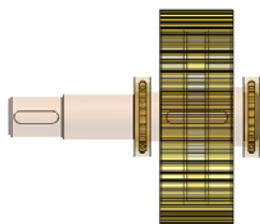
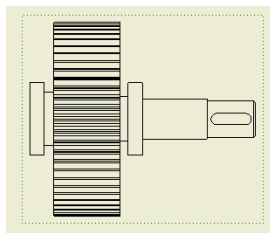

图 12-51 视图方向选择
图 12-52 创建主视图
①创建基础视图。单击【放置视图】标签栏【创建】面板上的【基础视图】工具按钮，打开“工程视图”对话框，选择传动轴部件（文件名为“传动轴装配.iam”），作为要创建工程图的部件，然后选择合适的视图方向，这里需要注意的是，要能够在剖视图中表达平键零件的信息，视图方向是有要求的，要求平键零件的外表面面向读者，如图 12-51 所示，才能够在剖视图中表达平键零件。以该方向为投影方向建立基础视图，也就是主视图，如图 12-52 所示。
如果在“工程视图”对话框中没有任何一种投影方向能够创建如图 12-52 所示的主视图，那么可以在部件图中，选择工具栏上的【观察方向】工具，然后选择传动轴一端的键槽的底面，则零件的方向会如图 12-51 所示。保存部件，然后回到工程图环境中，创建基础视图的时候在“工程视图”对话框的【方向】选项中选择【当前】选项即可。